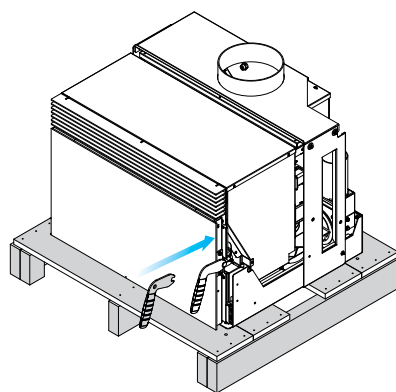

fig. 6.1.0
- 2) Insérer la poignée froide fournie sur le levier de fermeture de la porte Fig. 6.1.0. sur la machine reçue, encore fixée sur la palette.